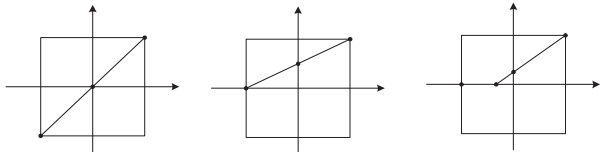
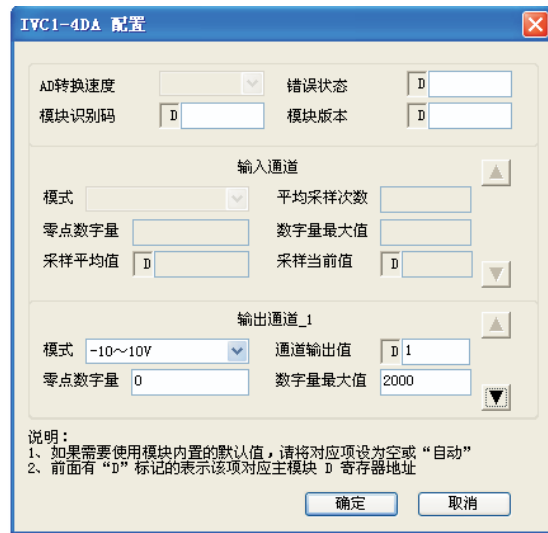
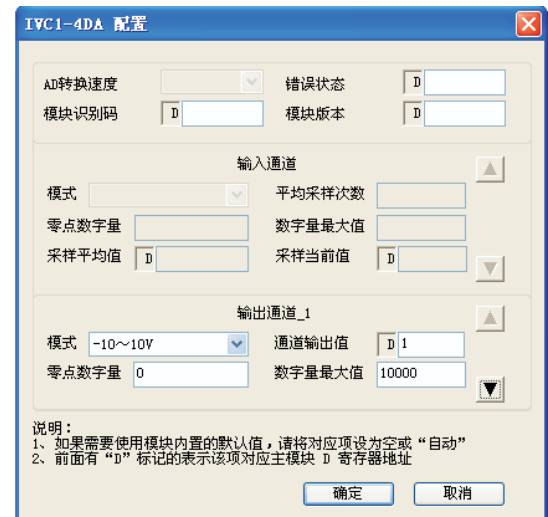
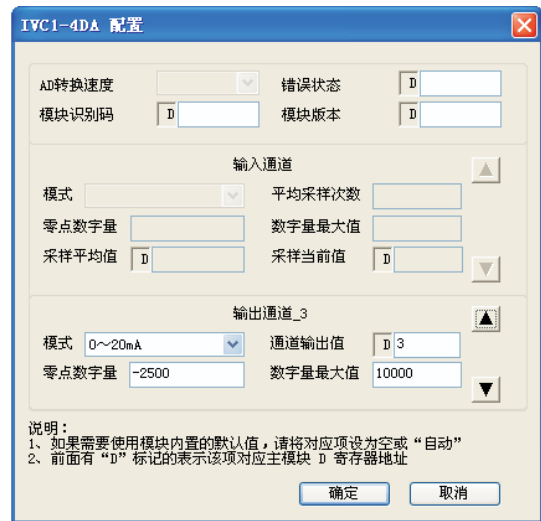

图 3-3 特性更改举例
图 4-1 设置通道属性
图 4-2 更改第 1 通道特性
图 4-4 更改第 3 通道特性
IVC1-4DA 与主模块之间通过通讯缓冲区 (BFM) 交换信息。用户在后台软件的 IVC1-4DA 配置界面上作了相应设置之后, 主模块会自动将信息写入 IVC1-4DA 的缓冲区, 由此对 IVC1-4AD 的状态进行设置。主模块会自动将 IVC1-4DA 上报的信息显示在该配置界面上, 见图 4-1~图 4-4。
7. BFM#4094: 模块软件版本信息单元。自动显示在后台软件的 IVC1-4DA 配置界面上的**模块版本**栏, 见图 4-2。
若更改通道的 D0、D1 数值，即可更改通道特性，D0、D1 可在-10000~10000 之间任意设定，若设定值超出此范围，IVC1-4DA 不会接收，并保持原有有效设置，图 3-3 为特性更改举例，请参考。
设置通道的属性如图 4-1 所示。
例：IVC1-4DA 模块第 1、2、3 通道特性设置分别按图 3-3 所示 A、B、C 模式更改。第 1 通道（模式 0）输出一个-2V~+2V 的锯齿波，时间步长为系统的扫描时间；第 2 通道（模式 1）输出 15mA 电流；第 3 通道（模式 2）输出 4.8mA 电流。设置通道的属性如图 4-2~图 4-4 所示。进一步详细说明参见《IVC 系列可编程控制器编程参考手册》。